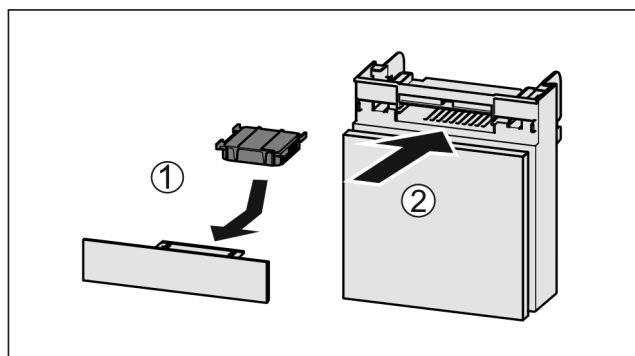

Fig. 246
- Filtr s aktivním uhlím vložte podle vyobrazení Fig. 246 (1).
- Zásuvku zasuněte Fig. 246 (2).